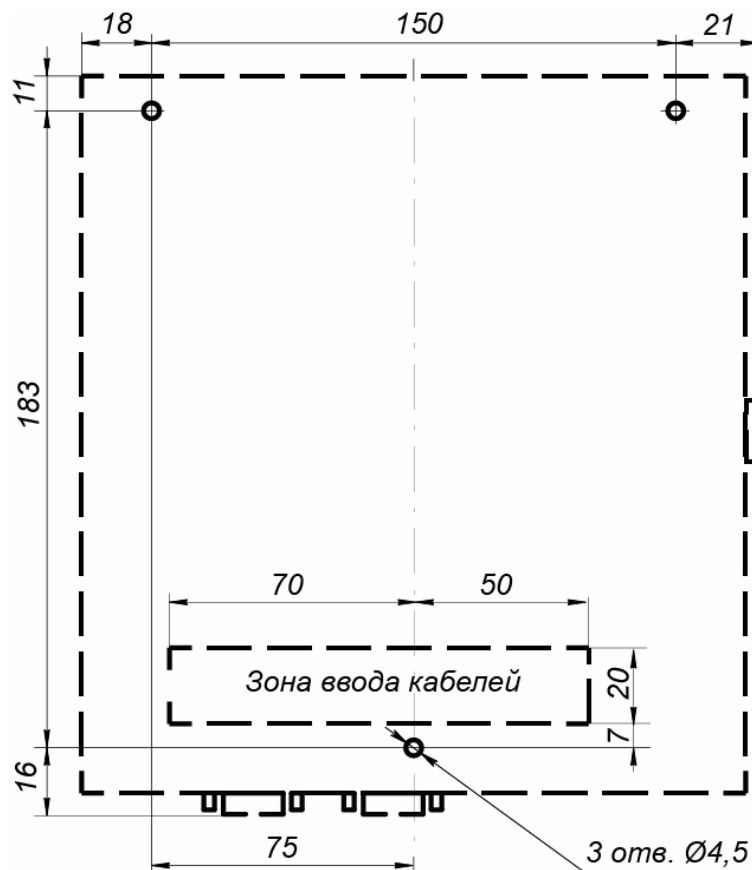

Рисунок 3. Разметка отверстий для монтажа контроллера
3. Произведите разметку и разделку отверстий на установочной поверхности согласно рис. 3 для крепления корпуса контроллера и подводки кабелей. Осуществите прокладку кабелей связи, питания и *Ethernet* к месту установки контроллера.